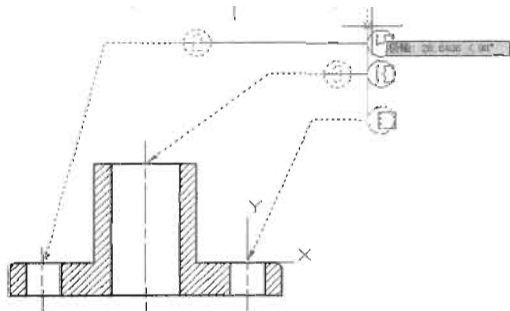

图 10-131
- (1) 打开配套光盘中的“操作示例 10-17.dwg”文件。
- (2) 执行“修改>对象>多重引线>对齐”菜单命令，或者在命令提示中输入 mleaderalign 命令。
- (3) 选择要对齐的多重引线，然后按 Enter 键。
- (4) 在图形中指定起点以开始对齐，用户选择的点在基线引线头的位置，如图 10-131 所示。
- (5) 如果要更改多重引线对象的间距，可以在“选项”命令提示后面则输入 O，命令提示如下。